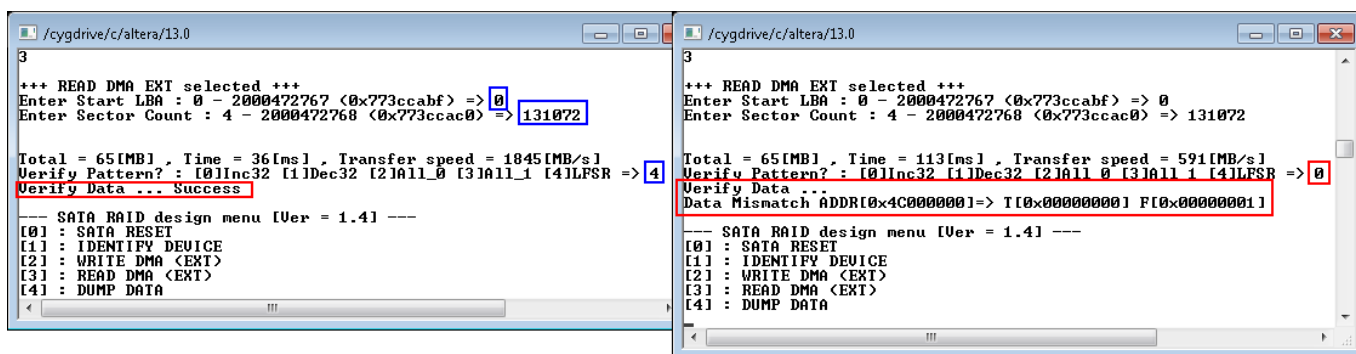

図 14: Sector Count が 131,072 以下でベリファイを実行した場合の表示画面
- 3) Verify pattern : このメニューは Sector Count 数が 131,072 あるいはそれ以下の場合、図 14 のようにリード動作を実行した後に表示されます。指定するベリファイ・パターンは WRITE DMA (EXT)メニューにおける Write Pattern と同じ 5 種類のテスト・パターンとなります。ベリファイを選択した場合、データ中に不一致データを見つけた時点で図 14 右側のように “Data Mismatch” と表示し、それ以降のベリファイ動作を完了します。(T の値が期待値で F の値が検出されたリード値です。)